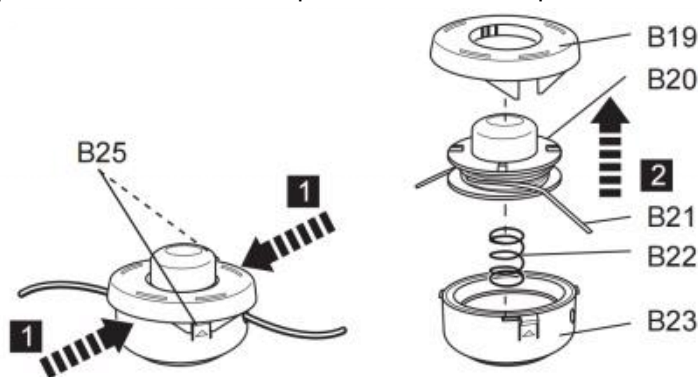

Fig. 63
3. Presione los pestillos de liberación (B25) en la carcasa del cabezal de corte (B23) para abrir la cubierta (B19) (Fig. 63). La cubierta (B19) y la bobina (B20) saldrán disparadas.